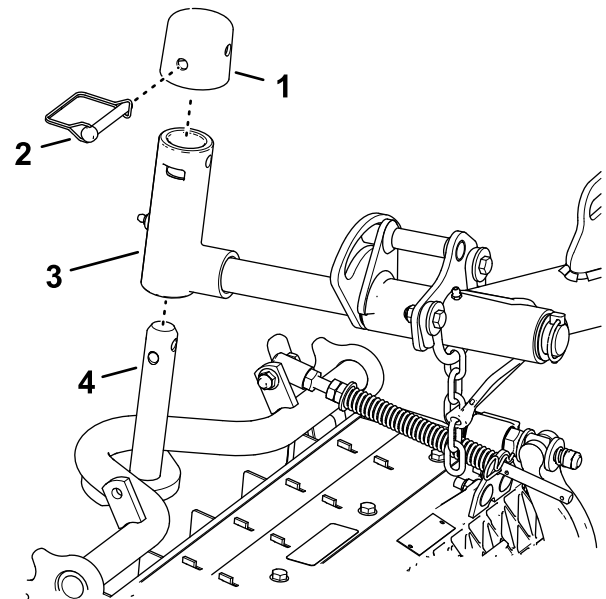

Bild 17
1. Schieben Sie ein Mähwerk unter den Hubarm (Bild 17).
Verriegeln Sie den Drehzapfen der Mähwerke, damit sich die Mähwerke beim Mähen an einem Hang nicht hangabwärts drehen. Benutzen Sie die Bohrung im Gelenkjoch (Bild 17), um das Mähwerk zu arretieren. Verwenden Sie den Schlitz, wenn Sie das Mähwerk lenken möchten.